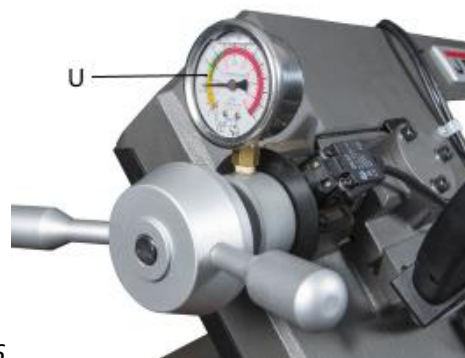

Рис.6
Поворачивайте ручку натяжения до тех пор, пока не будет достигнуто нужное натяжение пилы на шкале натяжения (U) зеленого цвета. (рис.6) Капните на ленточное полотно несколько капель маловязкого масла.